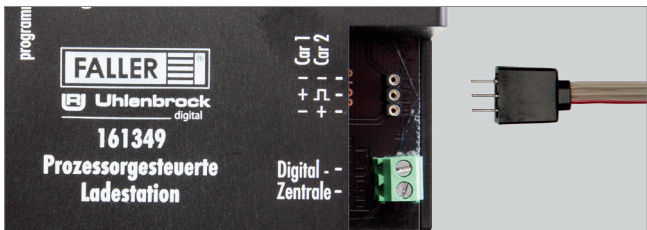

Abb. 5: Ladekabel an Ladestation anschließen
- Stecken Sie den Stecker an einem Ende des Ladekabels in die Buchse an der Ladestation, siehe Abb. 5.